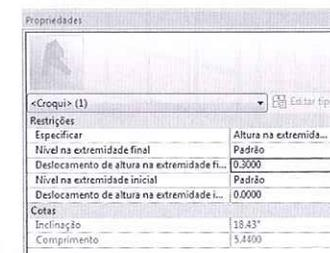

Figura 9.16 – Propriedades da seta.
5. Agora vamos mudar as propriedades da seta no piso que vai definir a inclinação do piso na janela **Propriedades**, como indica a Figura 9.16.